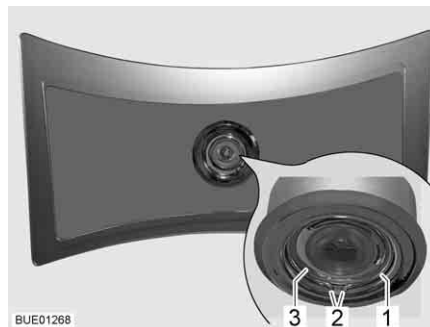

Bild 267 Deckenleuchte
- Federring (Bild 267,1) an den beiden Enden (Bild 267,2) zusammendrücken und abnehmen.
- Gehäuse (Bild 267,3) mit LED aus Leuchte herausnehmen.